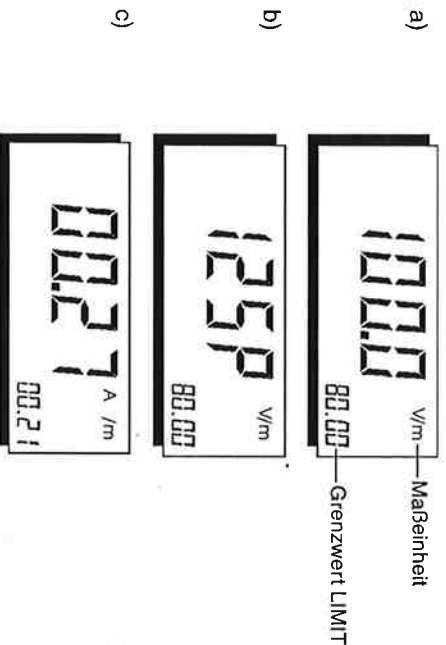

Bild 4-7
- Mit der Taste V/m / A/m läßt sich die gemessene Feldstärke in drei verschiedenen Einheiten darstellen; vgl. Bild 4-7. Jeder Tastendruck bewirkt eine Weiterschaltung in: